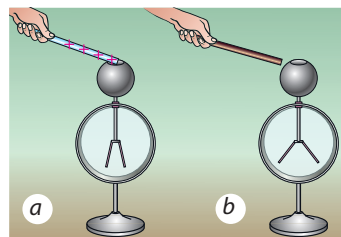

Fig. 1
- Unui electroscop i s-a transmis o sarcină electrică pozitivă (fig. 1, a). Apoi de el s-a apropiat un alt bastonaș încărcat (fig. 1, b). Determinați semnul sarcinii acestui bastonaș.